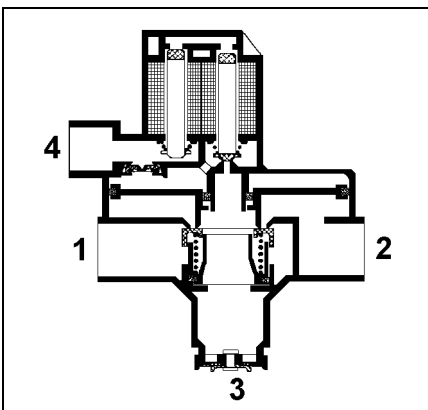

Fig. 13
**Menținerea presiunii:** (Fig. 13)